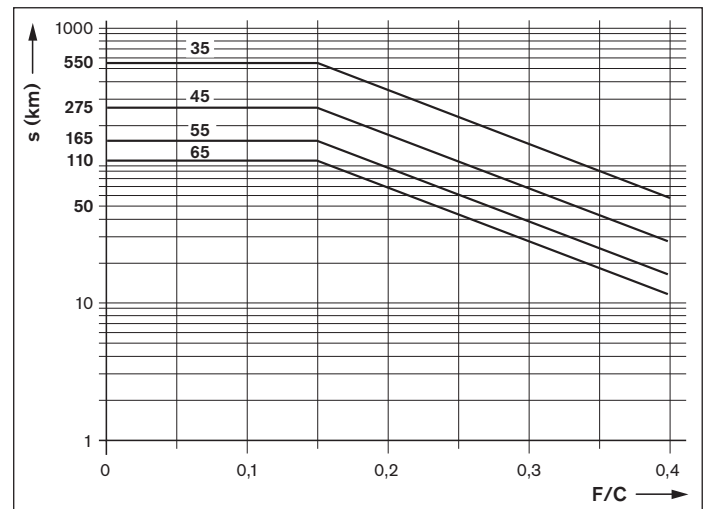

Figura 1: intervallo di rilubrificazione
- ▶ Dopo aver raggiunto l'intervallo di rilubrificazione secondo la figura 1, introdurre la quantità di lubrificante secondo la tabella 2.
- ▶ Dopo aver raggiunto l'intervallo di rilubrificazione secondo la figura 1, introdurre la quantità di lubrificante per ogni raccordo di lubrificazione secondo la tabella 2.